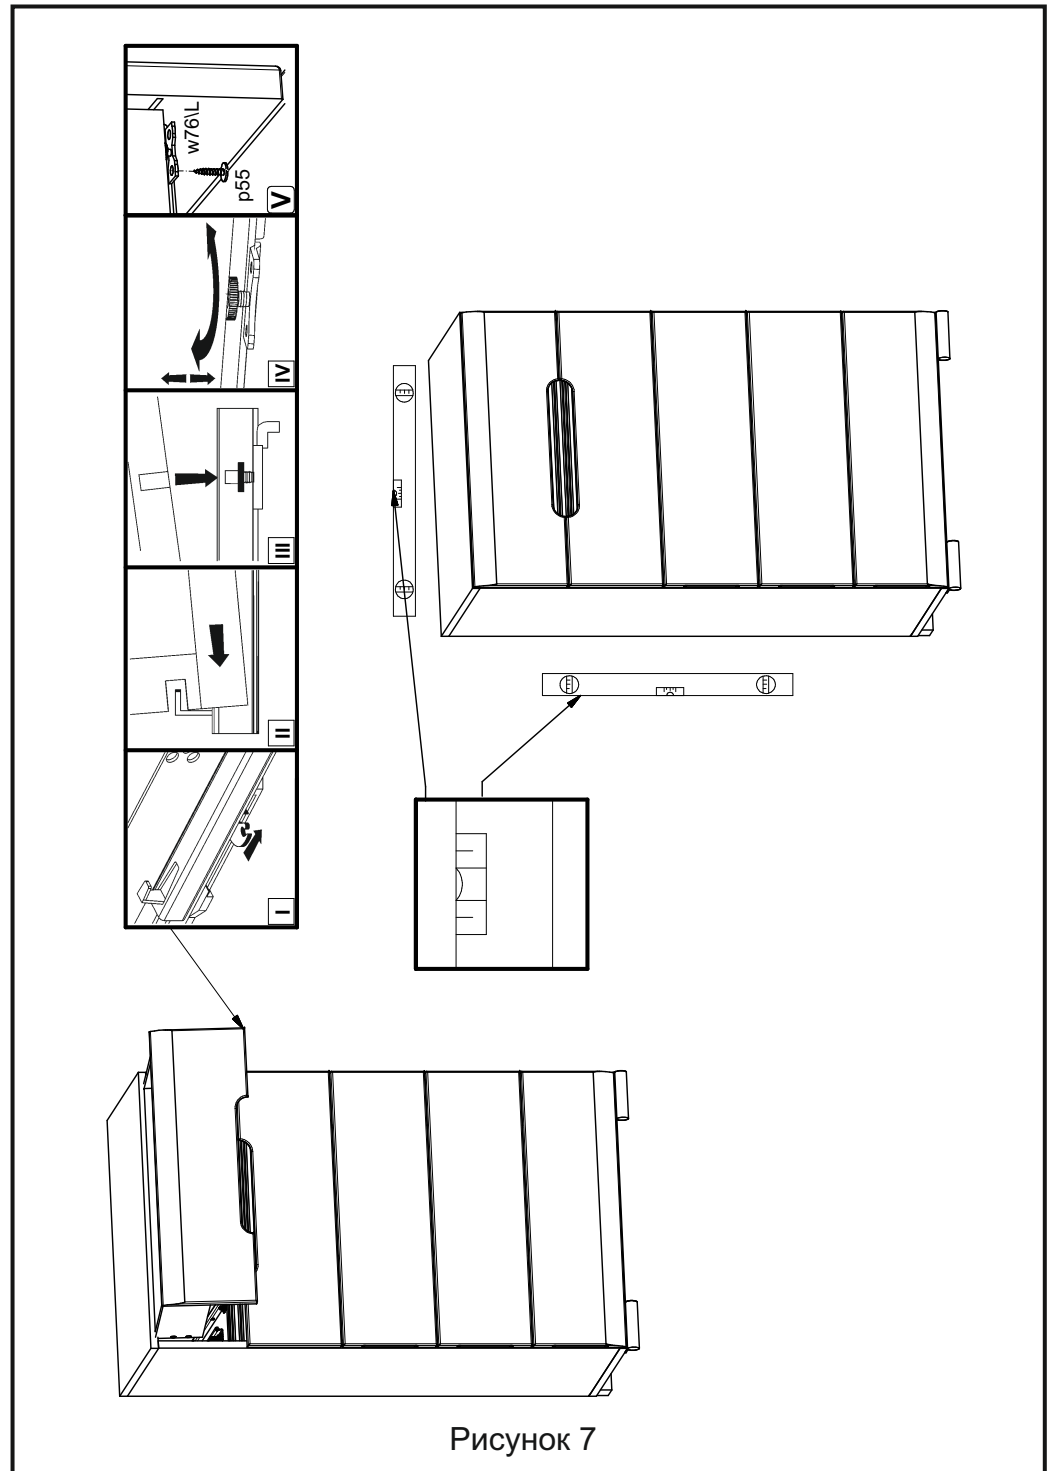

Рисунок 7
4.17. Установить ящики на направляющие w76\lL и w76\lP. Закрепить ящики на направляющих при помощи шурупов p55 (см. рис. 7).